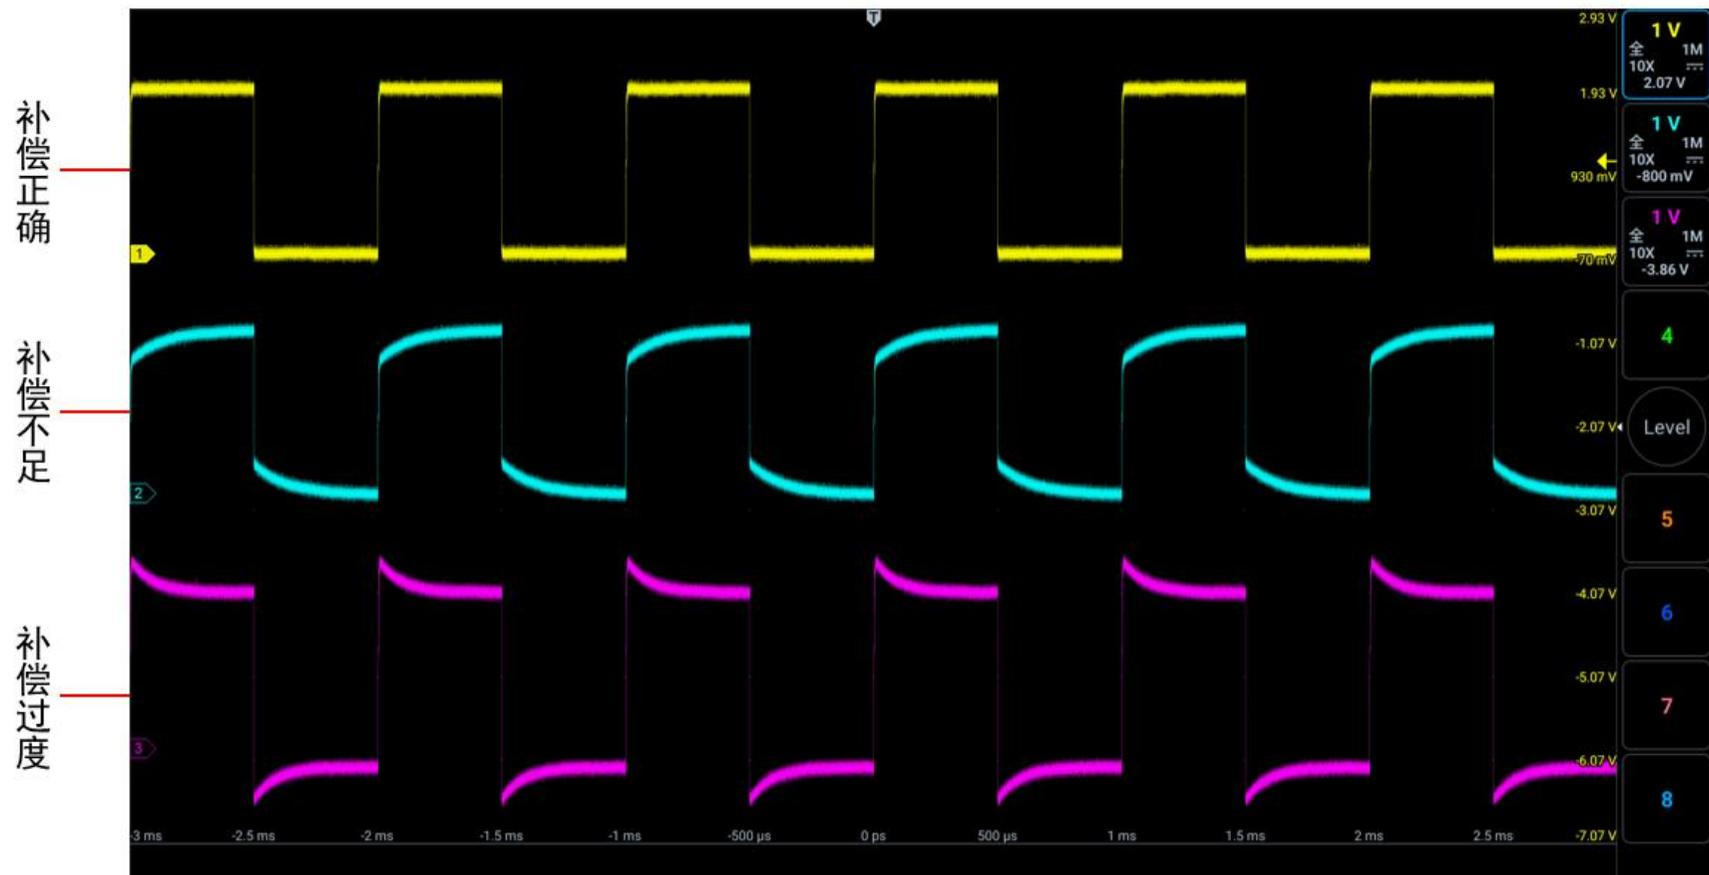

图 2-12 探头补偿
4) 轻点  键或者手动调节波形垂直灵敏度、水平时基。观察波形形状，见图 2-12。